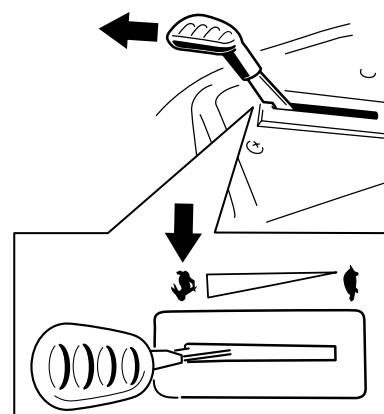

Figura 21
**Nota:** Inserite sempre le lame con l'acceleratore in posizione MASSIMA (Figura 21).